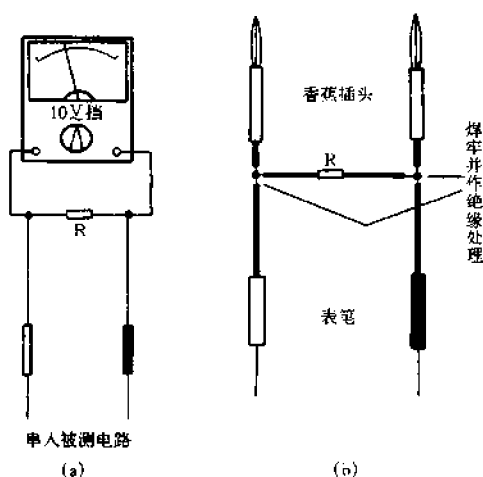

图 5-4 增设交流电流挡
具体方法如图5-4(a)所示。在万用表AC10V挡上并联电阻 $R$ ,其阻值 $R = 10/I$ ,式中, $I$ 为欲设交流电流挡的最大值,也就是所要增设交流电流挡的量程。例如 $I = 1\text{A}$ ,则 $R = 10/1 = 10\Omega$ , $R$ 的功率由 $P = I^2 R$ 求出,即 $P = 1^2 \times 10 = 10(\text{W})$ 。可用大功率的线绕电阻或用锰铜丝绕制,只要阻值符合,功率大于 $10\text{W}$ 即可。测量交流电流时,应将万用表置于AC10V挡,并将其串联在电路中,读出电压数值,然后乘以100即得到交流的mA数。
(1) 不允许图方便把电阻临时并在表笔上进行测量。否则,一旦电阻与表笔接触不良,在电路中有高压时容易引起烧表事故。可参照图5-4(b)的方法,专门制作一只测量交流电流的表笔,将电阻与表笔焊接牢靠,并将其焊在两只香蕉插头上。测量时,将两只香蕉插头插入万用表的两个插孔中即可使用。
(2) 此法不宜使用更高的交流电压挡改设交流电流挡。
(3) 用这种方法测量交流电流,由于万用表内阻较大,当被测交流电路的电阻较小时,将会引起较大误差。